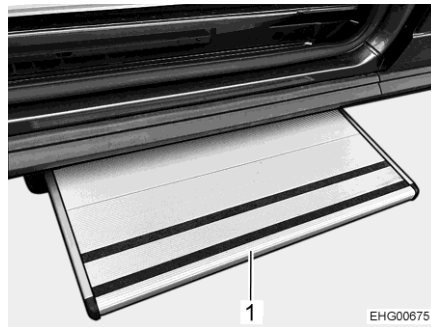

Bild 5 Fotsteg
- Tryck försiktigt in fotsteget (Bild 5,1) för hand.